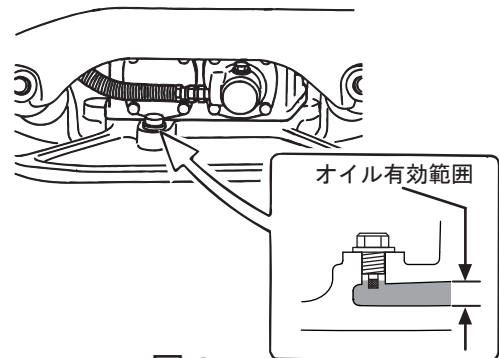

図 2
- 本機を水平にして起振体のオイルプラグを外し、オイルが規定量入っているか点検してください。不足している場合は、エンジンオイル 10W-30を入れてください。油量はMVH-R60H/R60HAが200cc、MVH-100Hが350ccです。(図2)